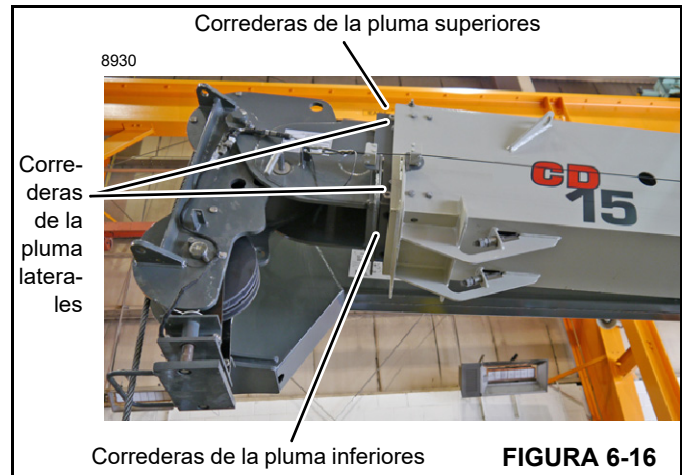

FIGURA 6-16
4. Aplique grasa EP2 a base de litio, o una equivalente, con una brocha a las superficies de deslizamiento (Figura 6-16) de todas las secciones de la pluma. Utilice únicamente una pequeña cantidad de lubricante para lograr los mejores resultados.